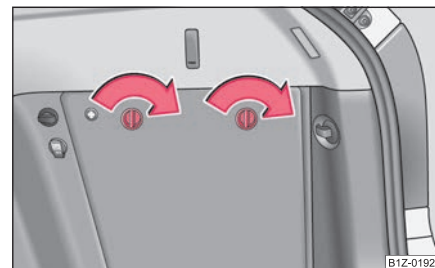

Fig. 249 Portbagajul:
- Demontați capacul compartimentului lateral prin rotirea elementelor în sensul săgeții ⇒ pagina 263, fig. 249.